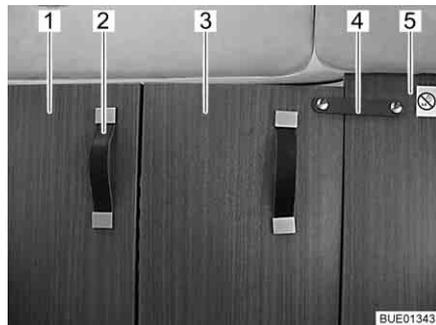

Bild 43 Fahrerhausabtrennung, geschlossen
- Fahrerhausabtrennung (Bild 43,1) am Griffband (Bild 43,2) ganz nach innen ziehen.
- Den klappbaren Teil der Fahrerhausabtrennung (Bild 43,3) mit dem Sicherheitsband (Bild 43,4) an der festen Zwischenwand (Bild 43,5) hinter dem Beifahrersitz befestigen.